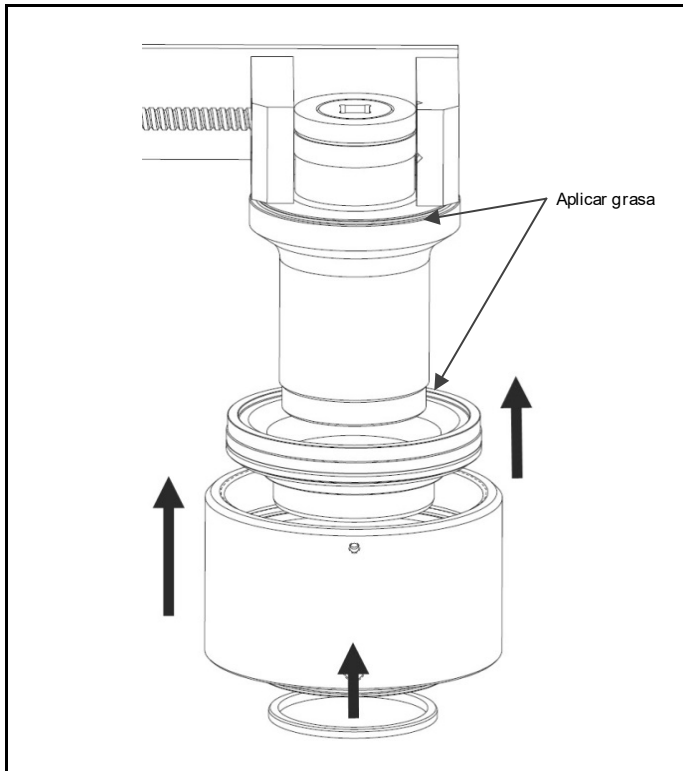

Fig. 4.5 Colocar los insertos, el cuerpo y el anillo de rodamiento en la barra de apriete
- Cuando vuelva a deslizar el cuerpo y los insertos en la barra de apriete, procure no dañar las superficies internas. (Fig. 4.5)